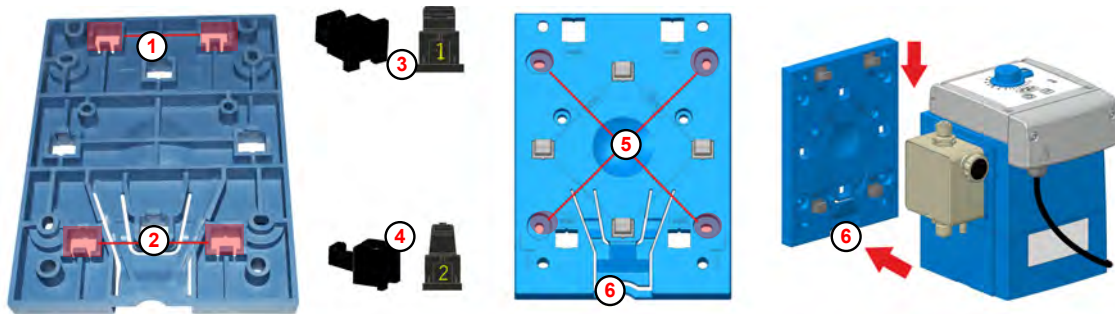

Abb. 5: Vorbereitungen zur Wandmontage
Auf der Unterseite der Montageplatte sind die Öffnungen für die Wandmontage ( Abb. 5 , ① bzw. ② ) mit der Ziffer 2 gekennzeichnet.